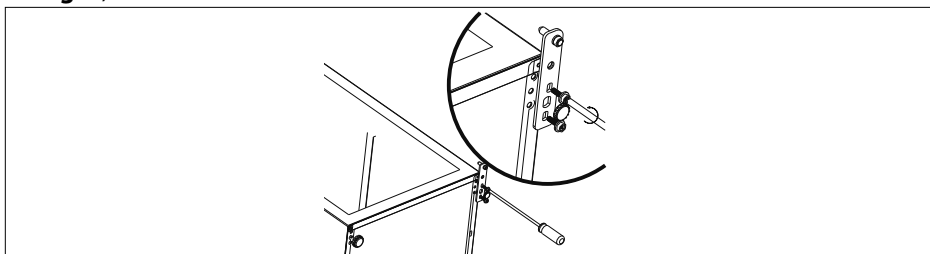

Fig. 6
- ▶ Svitare la cerniera inferiore (5), quindi svitare il piedino d'appoggio (vedere la **fig. 6**).